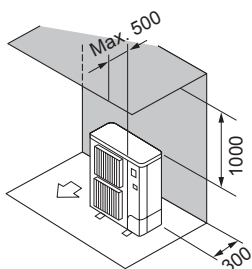

Fig. 2-7
- ② Prekážky len zozadu a zhora (Fig. 2-7)